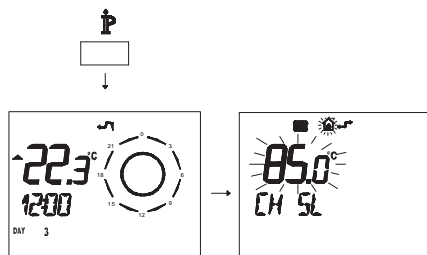

Figura 5.36
- Premere per più di 3 secondi il pulsante  per entrare in modalità **INFO** (Figura 5.36).